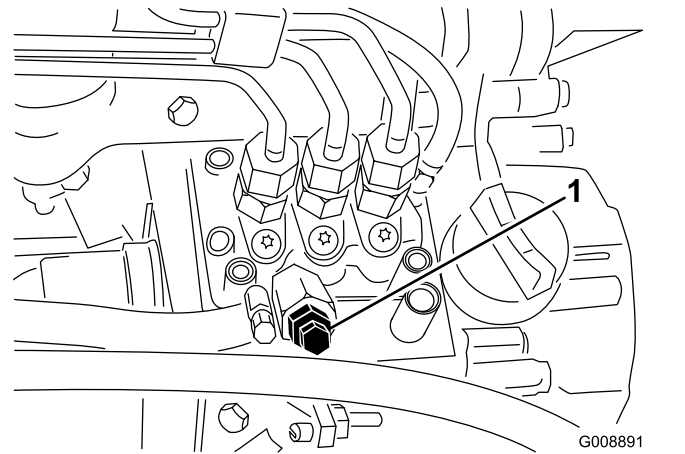

Figure 81
4. Desserrez la vis de purge sur la pompe d'injection (Figure 81).